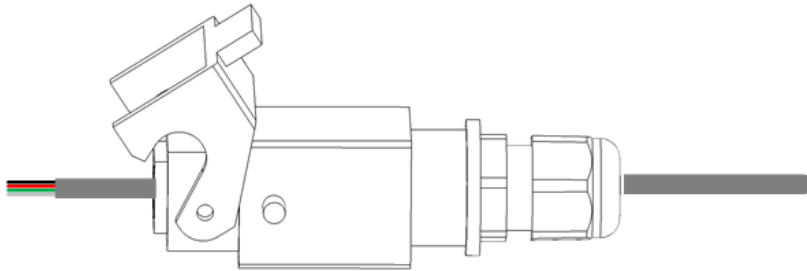

Figura 6: Atornillado del cable
4. Coloque el cable de la cubierta protectora (Figura 6).